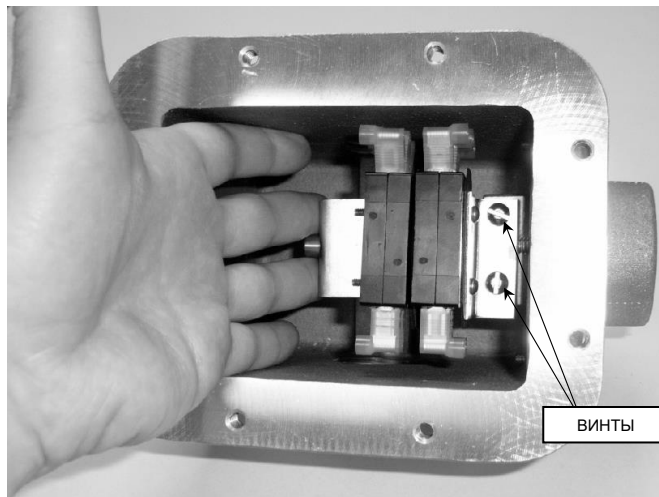

Рис. 8. Установите крепежный винт удерживая стопор фиксирующей пружины. Стопор пружины может сниматься для получения доступа к заземляющим винтам.
5. Наверните 1 шт. винт для удерживания стопора пружины на месте (см. рис. 8 и 9). Стопор пружины может быть временно снят с целью получения доступа к расположенным ниже 2 шт. заземляющим винтам